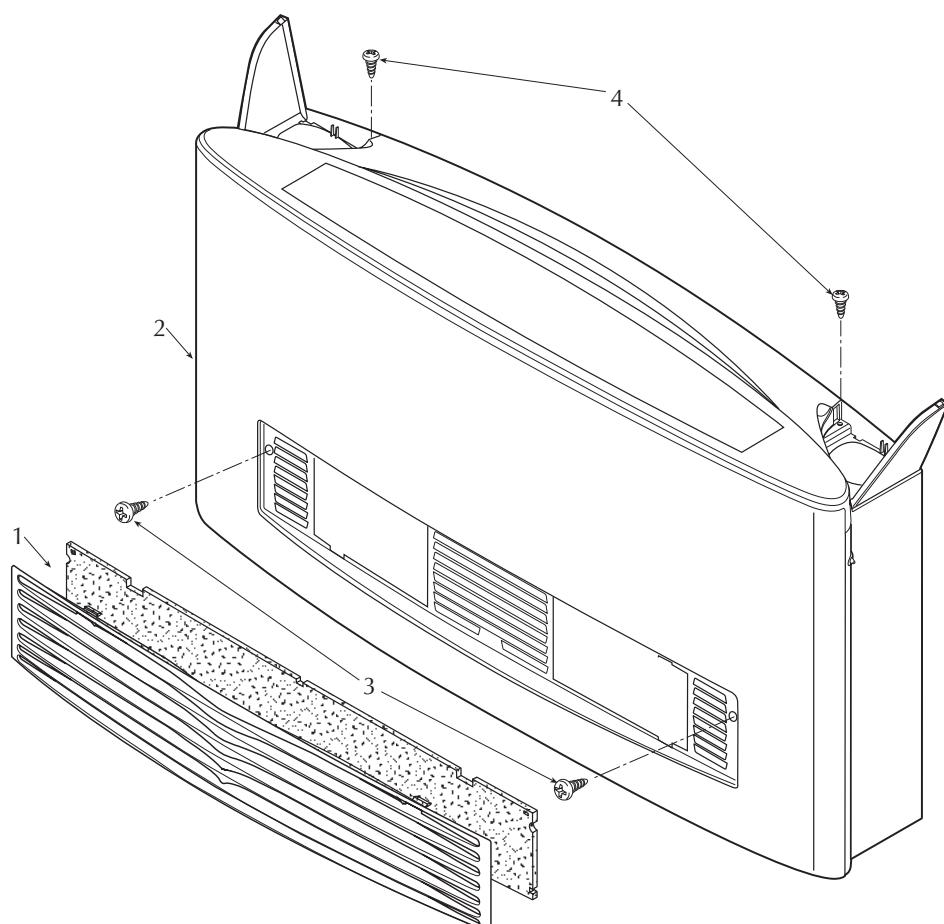

Fig. 1
- togliere la griglia di aspirazione ed il filtro (1 fig.1);
- togliere il mantello di copertura (2 fig.1) svitando le due viti anteriori (3 fig.1) e le due viti superiori (4 fig.1) poste sotto gli sportelli dei vani comandi;
- lever la grille d'aspiration et le filtre (1 Figure 1);
- lever la jupe de couverture (2 Figure 1) en dévissant les deux vis antérieures (3 Figure 1) et les deux vis supérieures (4 Figure 1) placées sous les portes des ouvertures tableau de contrôle ;
- remove both the intake grid and filter (1 Figure 1);*
- remove the covering shell (2 Figure 1) loosening the two front screws (3 Figure 1) and the two upper screws (4 Figure 1) placed under the doors of control panels' bays;*
- Ansauggitter und Filter entfernen (1, Abb.1);**
- die Verkleidung (2, Abb.1) wird durch Herausdrehen der zwei vorderen und der zwei oberen Schrauben (3,4 Abb.1) gelöst und kann anschließend abgenommen werden;**